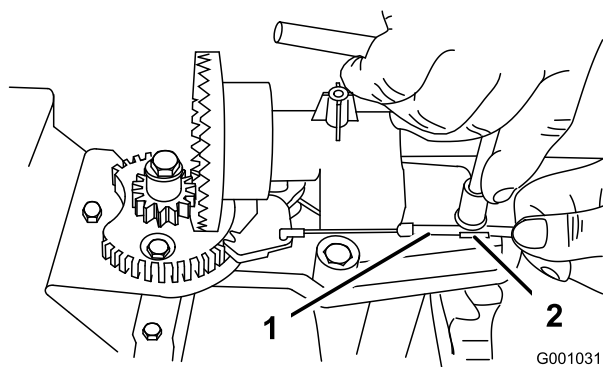
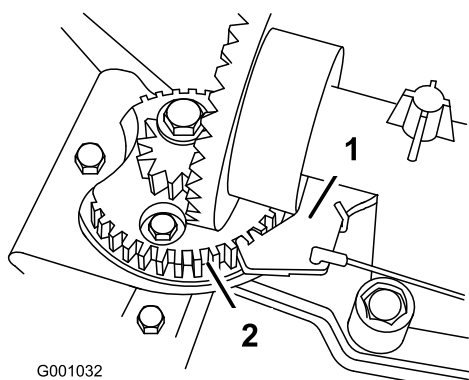

Figure 53
Figure 54
2. Desserrez le boulon du serre-câble (Figure 53).
3. Saisissez la gaine du câble et déplacez-la vers l'avant de la machine jusqu'à ce que le cliquet de verrouillage de l'éjecteur s'engage complètement dans les dents du secteur (Figure 53 et Figure 54).
**Remarque:** Le cliquet est rappelé par ressort et s'engage naturellement dans les dents du secteur (Figure 54).